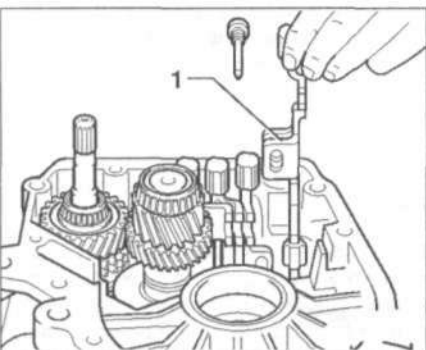

Рис. 8.41. Установите вилку 1 включения 5-й передачи и закрепите ее.
31. Установите вилку 1 включения 5-й передачи и закрепите ее (рис. 8.41).